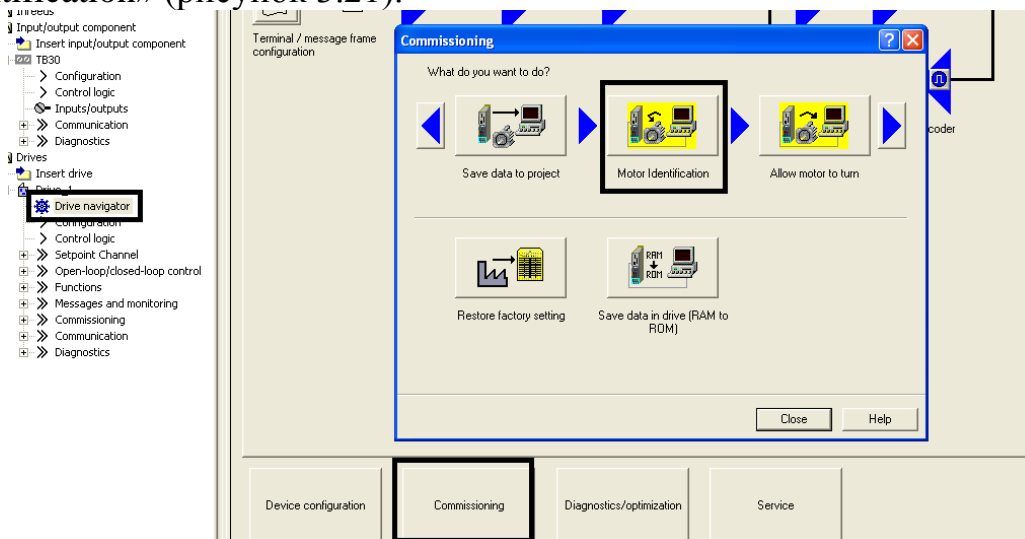

Рисунок 3.21 – Настройка привода
3.2.3 При первом включении привода необходимо провести автоматическую настройку привода. При этом измеряются сопротивления статора и ротора, настраивается контур тока и т.д. Для этого в режиме ONLINE, дважды нажать на пункт «Drive navigator», в появившемся окне выбрать «Commissioning», а затем «Motor identification» (рисунок 3.21).